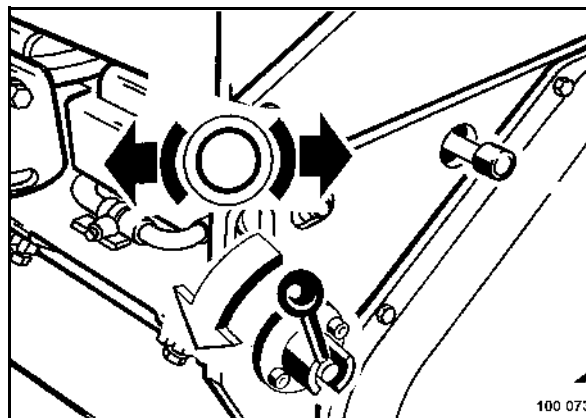

fig. 35
- Retirer le levier de commande (fig. 35) et l'enclencher vers la gauche sur le symbole "Frein de parking desserré".